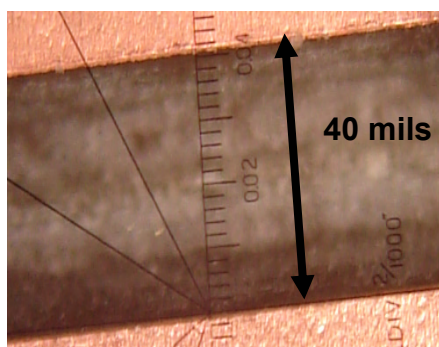

Figura 4.18. Los Trazos se Superponen
b) Si los dos trazos se superponen, tal como se muestra en la Figura.4.18; significa que la herramienta está penetrando demasiado al cobre.
**Ejemplo:** Si el ancho de pista ingresado para esta prueba fue de 15 mils, entonces se observará un corte de dimensión superior al doble de este valor, es decir mayor que 30 mils. Ver Figura.4.18